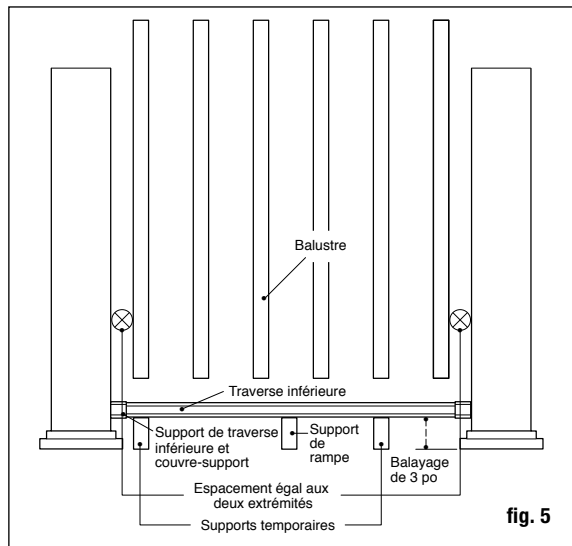

fig. 5
Étape 6 Mesurez la distance entre les manchons de poteaux installés pour déterminer la longueur des traverses du haut et du bas. Placez la traverse inférieure en position près des poteaux et ajustez afin que la distance entre le premier trou de balustre et le poteau soit plus élevée que 5 cm (2 po), puis égale aux deux extrémités (voir la fig. 5). Marquez la traverse. Coupez la traverse du bas. Coupez la traverse du haut à la même espacement et longueur.
Étape 8 Placez les couvre-supports et support de traverse aux extrémités de la traverse inférieure. Installez le support de traverse et appuyez sur la traverse du bas entre les poteaux en utilisant des blocs coupés à la bonne taille. Vérifiez que la traverse est à niveau. En utilisant le support comme guide, marquez la position des vis sur le manchon de poteau et sur les deux extrémités de la traverse. Percez des trous de guidage de 0,3 cm (1/8 po) dans le manchon de poteau et la traverse. Fixez le support au manchon de poteau grâce à quatre vis à tête carrées n° 8-15 x 5 cm (2 po) - n° 2, puis fixez le support à la traverse en utilisant deux vis à tête carrées autotaraudeuses n° 10-16 x 1,9 cm (3/4 po) - n° 2 (fig. 5).